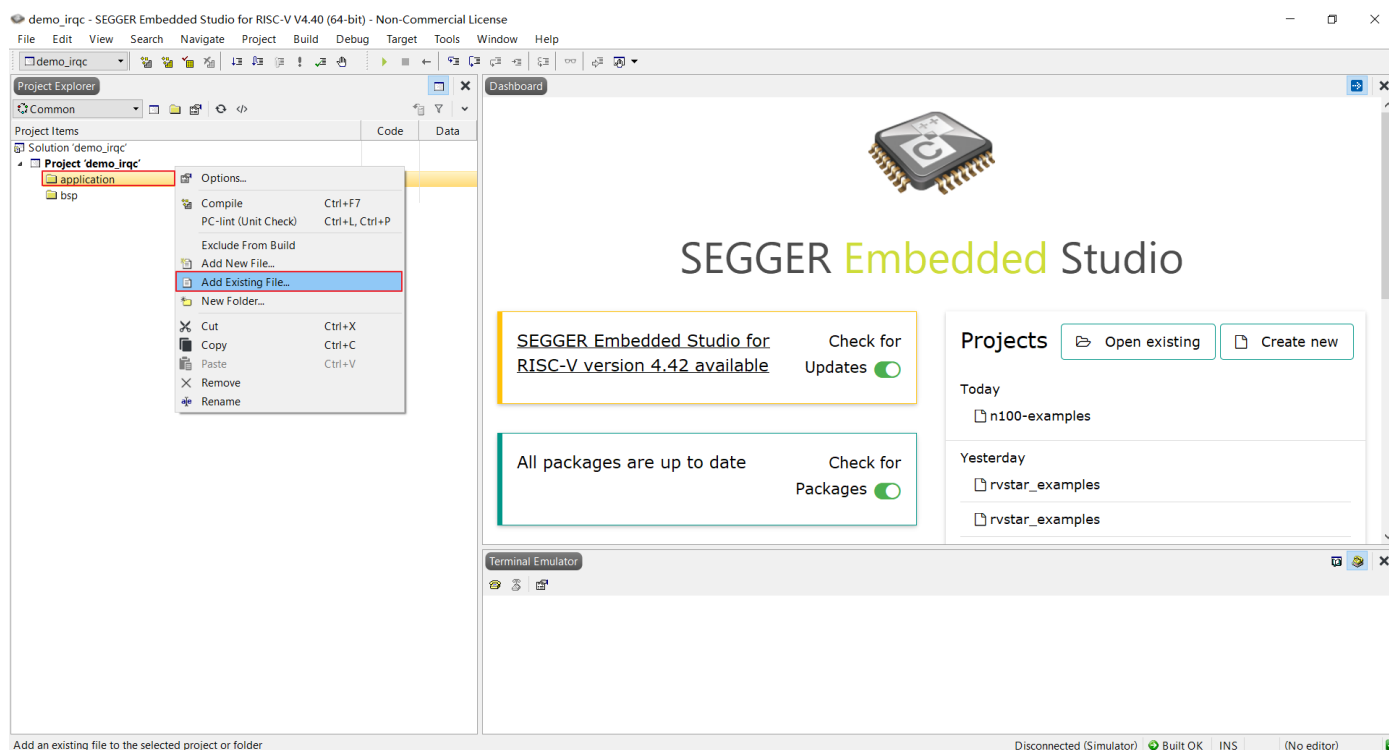
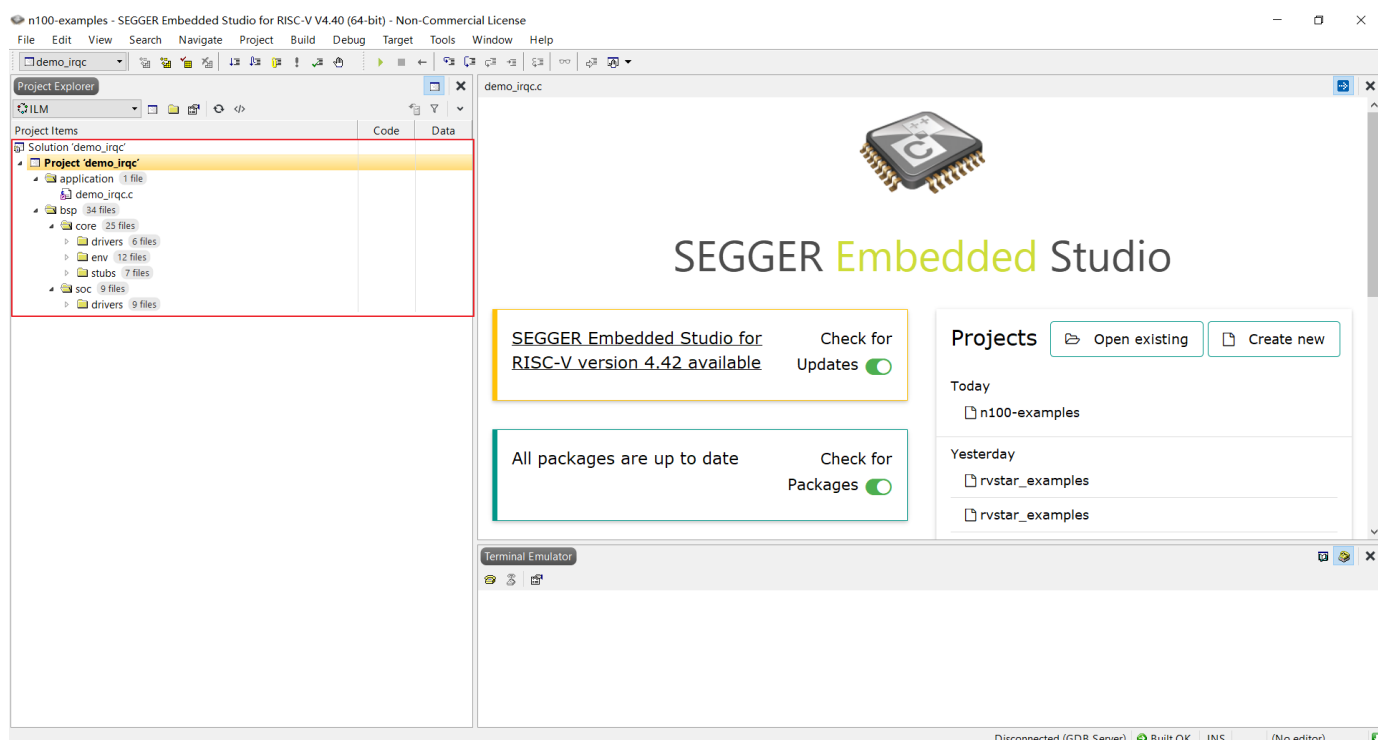

图 2-11 向工程添加文件
图 2-12 SES 新建工程的工程结构
- 在新建好的文件夹处右击，右键菜单中选择 **Add Existing File** 可以向工程添加文件，如图 2-11。为了方便管理，请新建两个文件夹，分别命名为 **application** 和 **bsp**，其中 **application** 用来存放应用程序，**bsp** 用来存放板级支持包。请根据 2.2 节下载的项目包中 **bsp** 实际文件结构新建文件夹以及添加文件，最终工程目录如图 2-12。